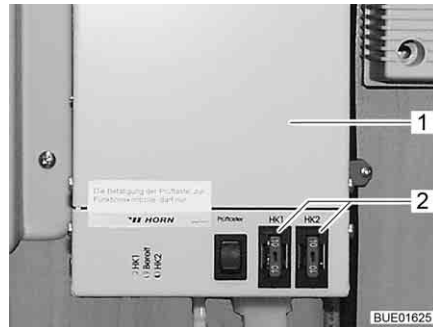

Bild 180 Regler Heizung für Abwasserleitungen
Die Sicherungen befinden sich auf dem Regler (Bild 180,1).
- Sicherung (Bild 180,2) wechseln.